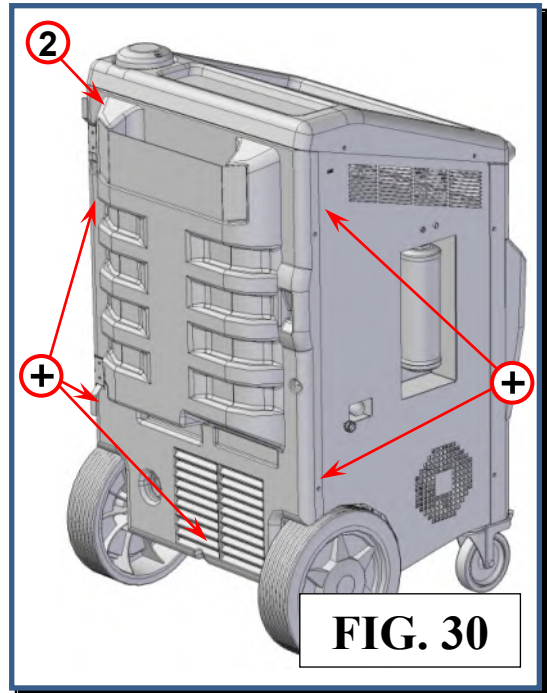

FIG. 30
- 2) Retire la cubierta plástica trasera (ref. 2, Fig. 30) para acceder a la bomba de vacío.